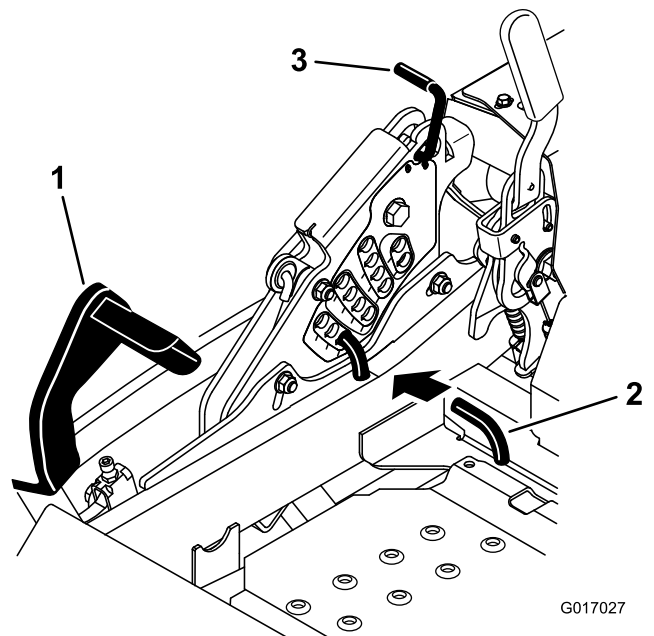

Figure 84
5. Enfoncez complètement la pédale de relevage du tablier de coupe pour verrouiller le tablier à la position de transport de 14 cm (5½ po) (Figure 84).